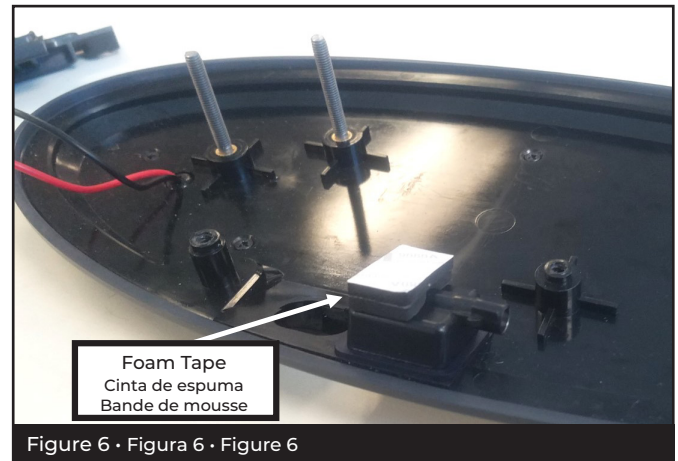

Figure 6 · Figura 6 · Figure 6
6 FRONT CAMERA EQUIPPED TRUCKS: Apply 3M foam tape to back of camera to prevent vibration in housing. Reinstall camera and washer nozzle mounting assembly using original T25 torx screws. (Fig 6)
- Fr** Camionnettes équipées de caméra avant: Appliquez la bande de mousse 3M à l'arrière de la caméra pour prévenir les vibrations du boîtier. Réinstallez la caméra et la buse du nettoyeur avec les vis torx T25 d'origine. (Figure 6)